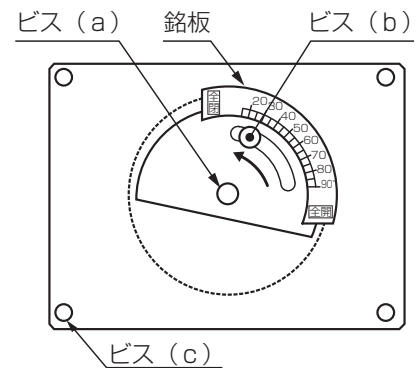

図3 : 25度に調整した場合
- ④万一、振動燃焼が発生した場合、ビス (a)、(b) を緩め、ビス (b) の位置を反時計回りの方向にスライドさせます (図3)。